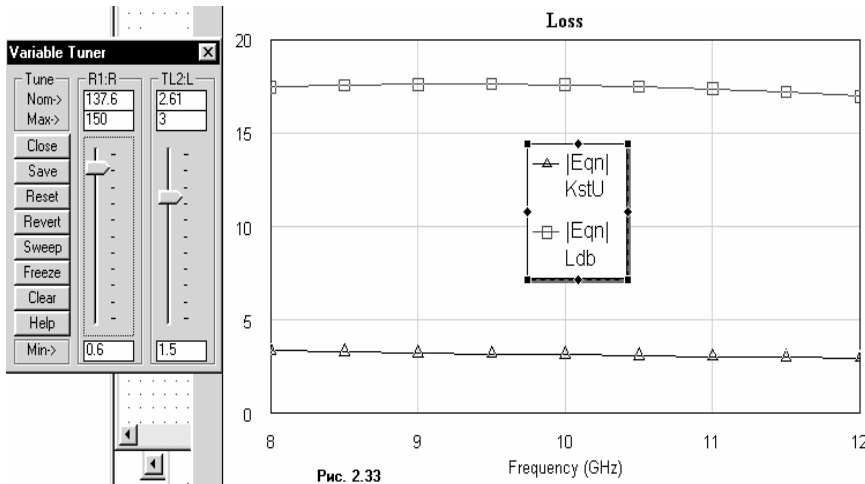

Рис. 2.33
длины отрезка, как показано на рис. 2.33.
8. Щёлкните по значоку **Tune**  на панели инструментов. Откроется **Variable Tuner** (Блок настройки переменных), показанный на рис. 2.33. В полях ввода **Max** и **Min** введите допустимые пределы регулировки резистора и